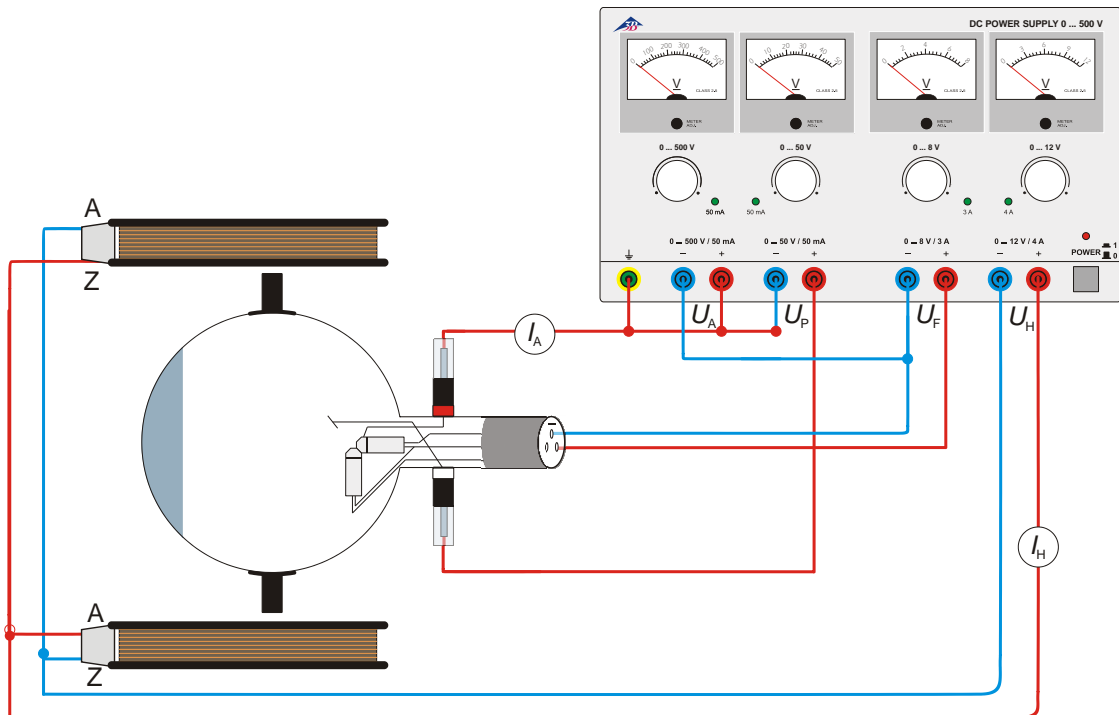

Fig. 5 Determinación de e/m por medio del cañón de electrones transversal
- Realice el cableado del tubo de acuerdo con la Fig. 5.